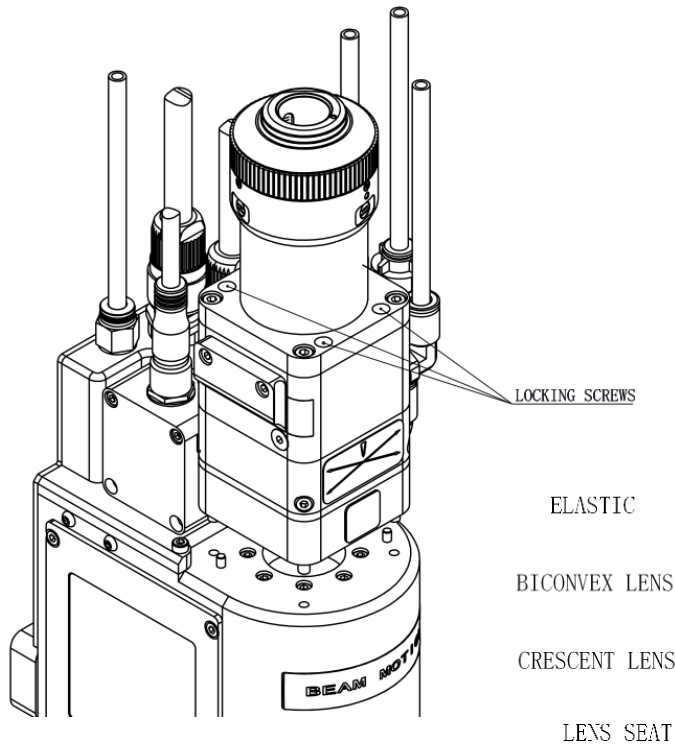
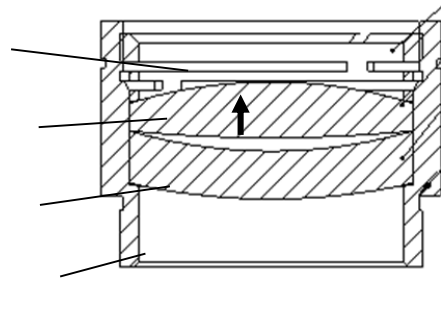

图 11 准直拆卸顺序
图 12 准直镜片装配顺序示意
- (1) 擦去 GF101 表面的灰尘；
- (2) 用 3mm 的内六角扳手将光纤准直镜上面的螺丝拧开如图 11 所示。将之放置在洁净场所；
- (3) 使用专用的镜片安装工具拧出准直镜座，再用镜片安装工具取出准直镜座和准直镜；
- (4) 更换或清洁准直镜片；
- (5) 如图 12 所示按顺序重新组装好准直镜组件，注意双凸镜片的箭头朝向，注意弹簧圈适当用力旋紧，并重新旋进 FRA 组件中；
- (6) 按以上步骤逆向操作锁紧；
- (7) 检查焦点位置是否在喷嘴孔中心，如不在中心，需重新调中操作。